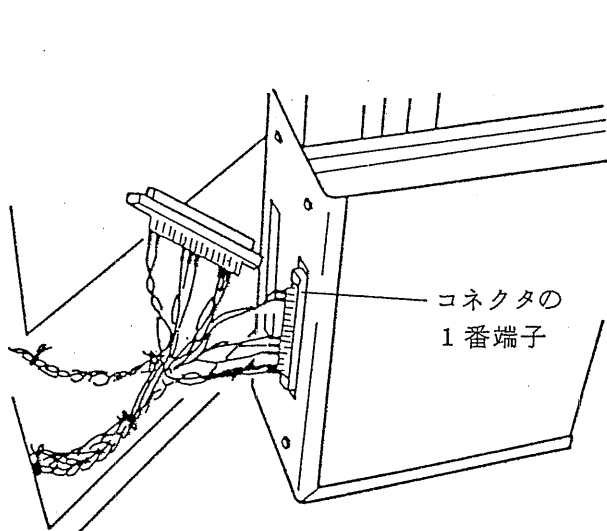

図 8
- (5) D/A コンバータに PAE 本体にあるコネクタをさし込みます。（図 8）